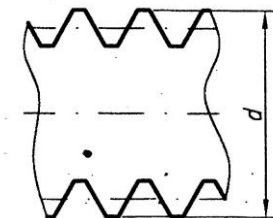

Рисунок 5 – Схема вимірювання зовнішнього діаметру різі d
- горизонтальну пунктирну лінію візирної сітки окуляру 2 сполучити з твірною зовнішнього діаметру різі (див. рис. 5) та узяти перший відлік A_1 по барабану мікрогвинта;